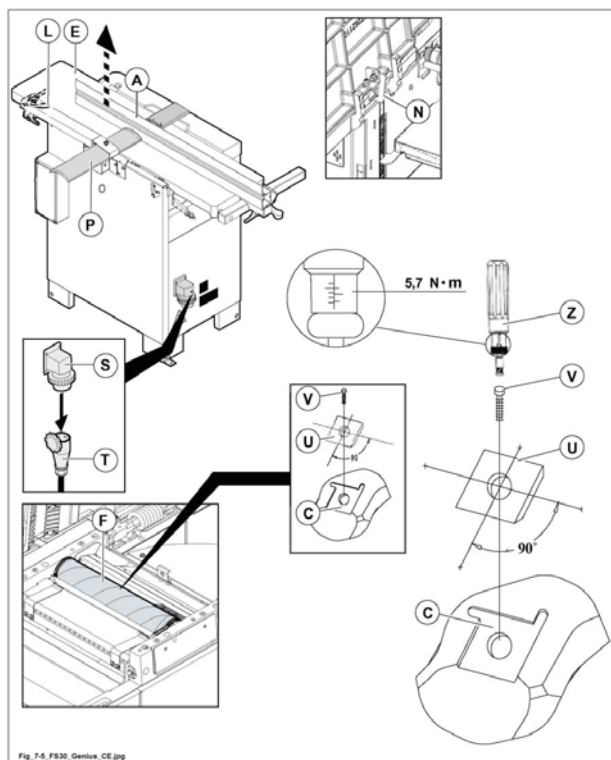

Fig. 7.5
togliere la guida filo (A fig. 7.5) dal piano.
- Allentare la leva (L fig. 7.5) e sollevare la pialla a filo in USCITA (E fig. 7.5); (l'apertura delle piane aziona un micro che impedisce l'avviamento della macchina).
accertarsi che il bloccaggio (N fig. 7.5) apertura piano sia correttamente posizionato.
- Ruotare l'albero pialla (F fig. 7.5) fino a portare la placchetta da sostituire in una posizione facilmente raggiungibile.
- Svitare la vite di fissaggio (V fig. 7.5) ed estrarre la placchetta utensile (U fig. 7.5).
- Pulire la superficie di appoggio (C fig. 7.5) per evitare che un accumulo di polvere faccia spessore.
- Inserire la vite di fissaggio (V fig. 7.5) ed utilizzare una chiave dinamometrica (Z fig. 7.5) per serrarla.